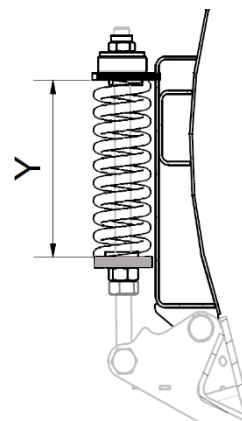

Bild.22
- 3) Dra åt mutter M2 mot mutter M1 för att låsa fjäder – se Bild.22
- 4) Lossa muttern M1 och M2 i den nedre delen av fjäder – se Bild.22